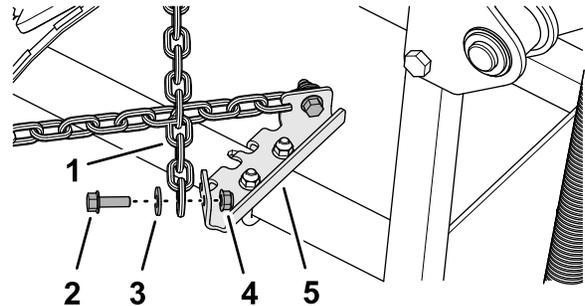

Figura 14
- Cruce las cadenas conectadas de la Figura 14 encima de la barra de tracción.
- Monte la cadena en la placa de retención con un perno con arandela prensada (5/16" x 1"), una arandela (3/8" x 7/8") y una contratuerca con arandela prensada (5/16"), como se muestra en la Figura 14.